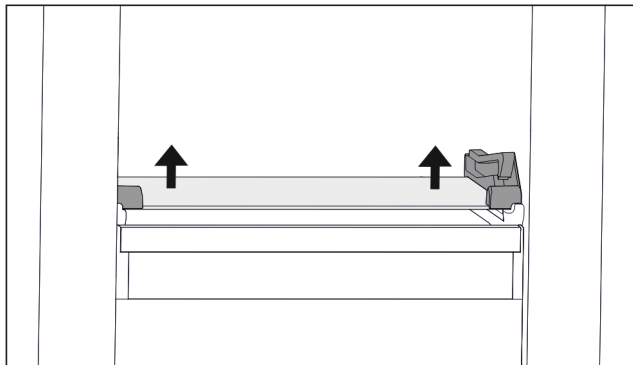

Fig. 108 Tablette en verre du tiroir basculable
- Appuyer des deux côtés sur la tablette en verre de bas en haut. (voir Fig. 108)